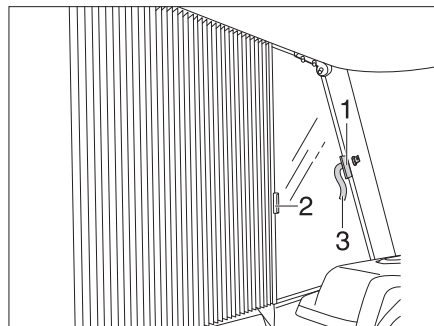

Fig. 77 Tendina oscurante pieghevole del finestrino del conducente e del passeggero
- Aprire la chiusura a velcro delle asole di bloccaggio (Fig. 77,3) su entrambi i lati.
- Afferrare le tendine oscuranti pieghevoli una dopo l'altra per le impugnature (Fig. 77,1 e 2) ed avvicinarle delicatamente chiudendole finché il fermo magnetico non blocca la tendina oscurante pieghevole.
- Tirare indietro delicatamente le tendine oscuranti pieghevoli con le impugnature (Fig. 77,1 e 2).
- Bloccare la tendina oscurante pieghevole la chiusura a velcro dell'asola di bloccaggio (Fig. 77,3).